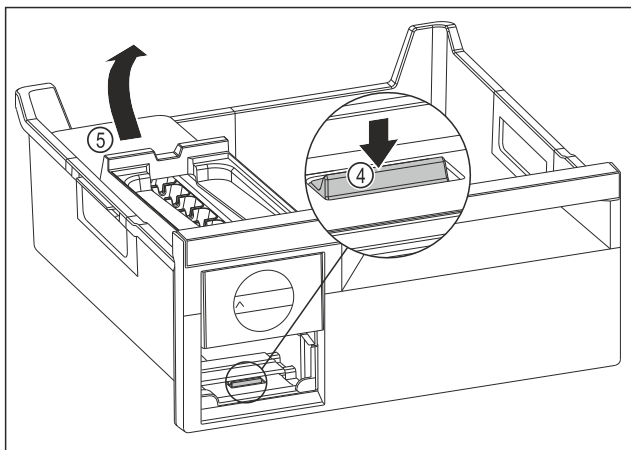

Fig. 105
- ▶ Wymowanie korpusu EasyTwist-Ice: Nacisnąć nakładkę Fig. 105 (4) palcem w dół i jednocześnie podnieść korpus EasyTwist-Ice Fig. 105 (5) od tyłu drugą ręką.